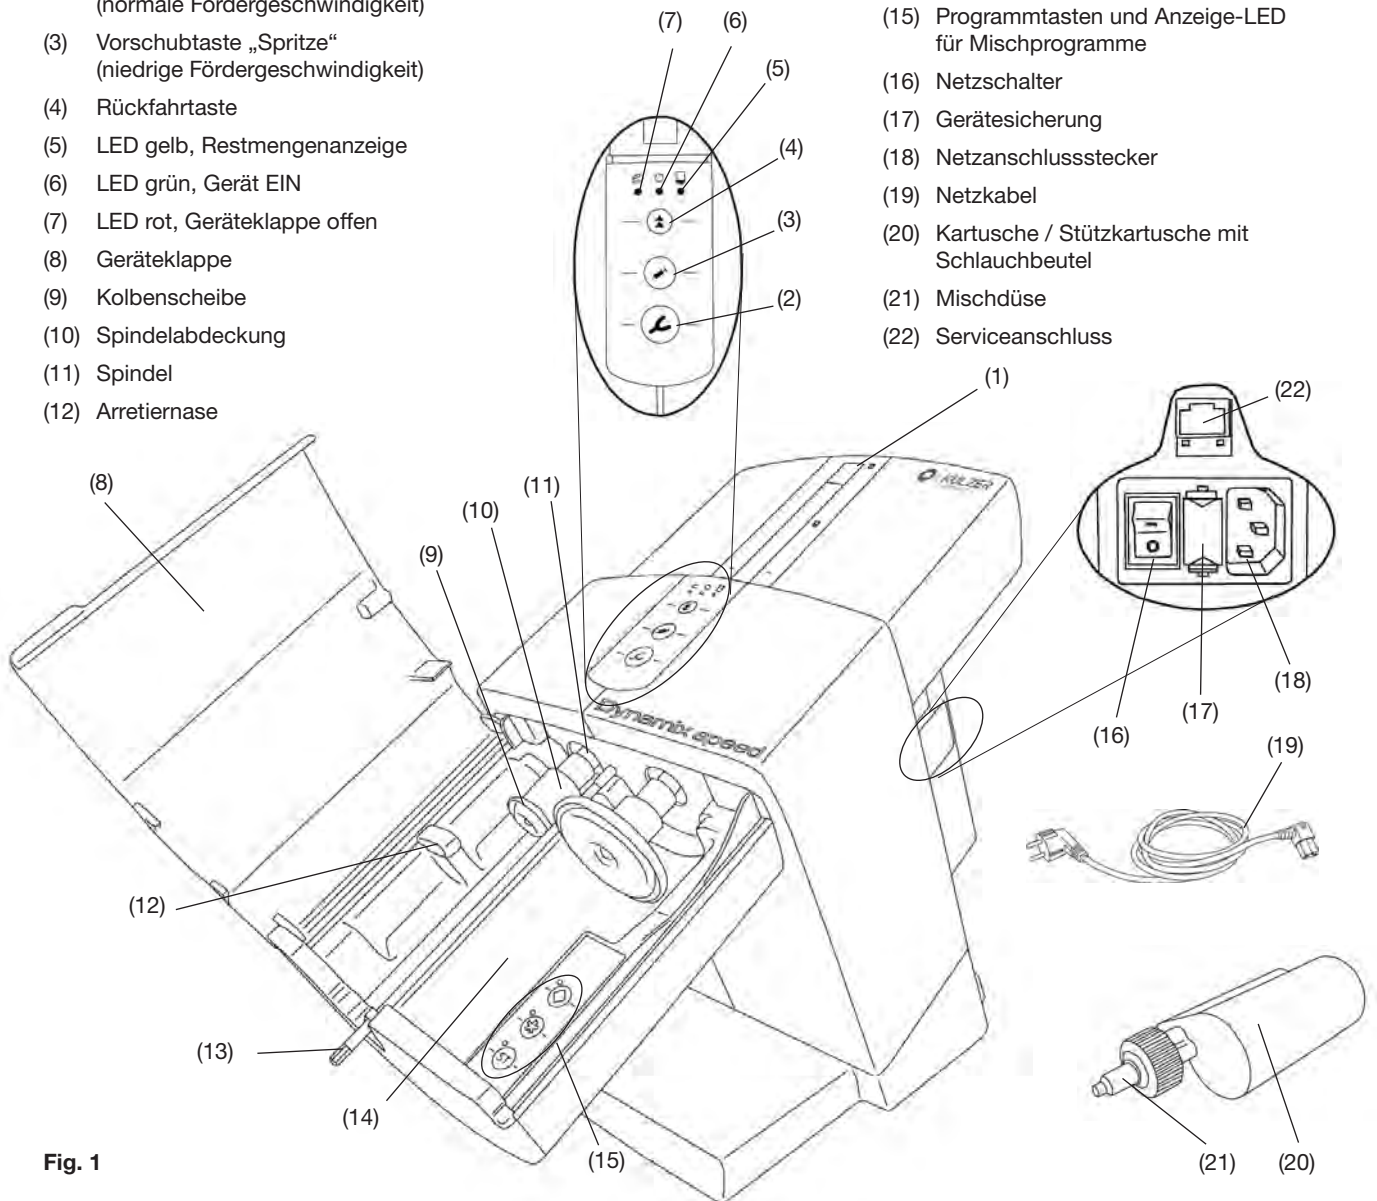
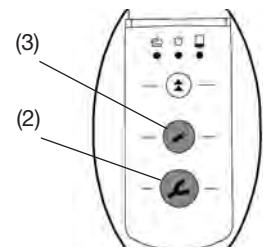

Fig. 1
Fig. 8
- Mitgeliefertes Netzkabel (19, Abb. 1) in den Netzanschlussstecker (18) einstecken.
- Gerät am Netzschalter (16) einschalten.
- Rückfahrtaste (4) drücken.
- Die Kolben (9, Abb. 1) fahren bis in die Ausgangsstellung zurück und stoppen dort.
- Geräteklappe (8, Abb. 1) öffnen.
- Transportsicherung (23) entfernen.
Das Einlegen sowie der Wechsel einer Kartusche kann nur erfolgen, wenn sich die zwei Kolben (9, Abb. 1) in der Ausgangsstellung befinden.
- Geräteklappe (8, Abb. 1) schließen.
- Kartusche (20) in das Gerät einlegen. Bitte beachten Sie, dass die Kartusche unter der Arretiernase (12) zu liegen kommt.
- Programmtaste für Mischprogramm (15) drücken, siehe auch Kap. 5.1.1. Angaben zum Mischprogramm finden Sie auf der Kartusche in Form der Symbole „Stern“  oder „Karo“ .
Die Geräteklappe lässt sich nur bei korrekt eingelegter Kartusche schließen. Solange die Geräteklappe noch nicht ordnungsgemäß geschlossen ist, leuchtet die rote LED „Geräteklappe offen“ (7, Abb. 1).
- Wird ohne vorherige Programmauswahl eine Taste zum Fördern (Abformlöffel (2, Abb. 8) oder Spritze (3, Abb. 8)) gedrückt, aktiviert das Gerät automatisch das „ST“-Programm. Die LED neben der „ST“-Taste leuchtet.
- Vorschubtaste (2) oder (3) drücken und gedrückt halten:
- Abformlöffel (2), normale Fördergeschwindigkeit mit aktiviertem Mischprogramm oder
- Spritze (3), niedrige Fördergeschwindigkeit.
- Der Mischersechskant (13, Abb. 1) beginnt sich zu drehen und fädelt automatisch in die Mischerdüse (21, Abb. 1) ein.